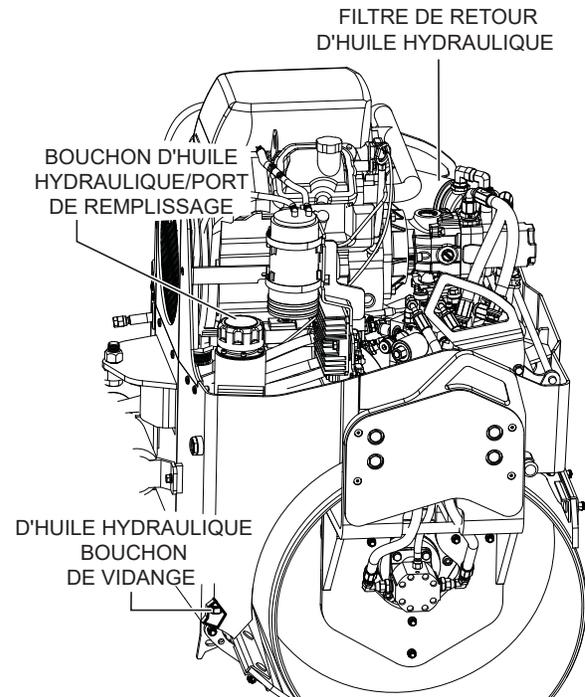

Figure 28. Emplacements des filtres hydrauliques
Le filtre d'aspiration (Figure 28) est dans le réservoir hydraulique. Ce filtre est installé sur le raccord du tuyau d'aspiration de la pompe hydraulique.
Le filtre de retour (Figure 28) est à l'avant du compartiment moteur. Remplacer les deux filtres conformément au tableau 5.
2. Enlever le bouchon de vidange d'huile hydraulique (Figure 28) et vidanger l'huile hydraulique. Éliminer l'huile usagée en respectant l'environnement. Replacer le bouchon de vidange et serrer.